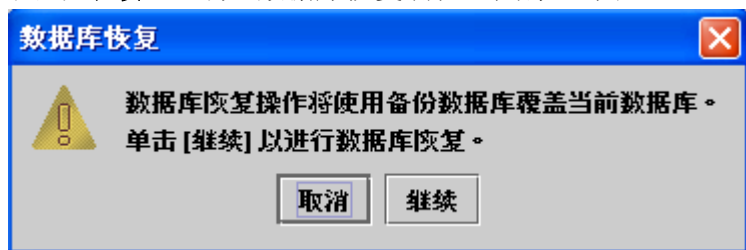

图 4-26数据库管理证实对话框
2. 点击“继续”。出现“数据库恢复确认”对话框（图4-26）。